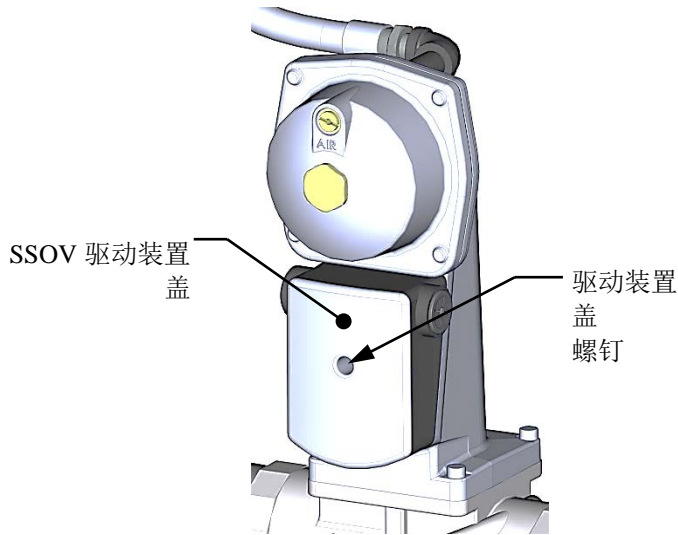

图 6-7: SSOV 驱动装置盖位置
4. 如图 6-7 所示松开螺钉，卸下 SSOV 的盖板。提起盖板可接触端子连接线。